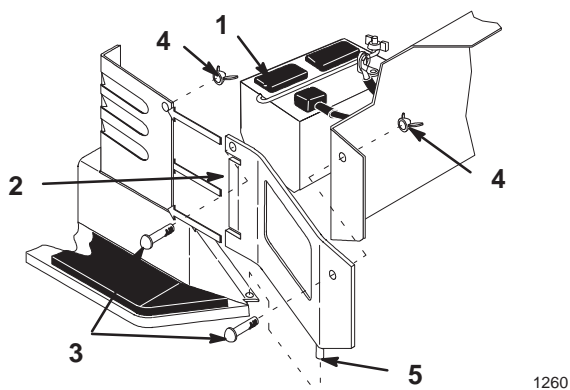

Figure 37
3. Retirer les panneaux latéraux pour pouvoir accéder à la batterie et la déposer (Fig. 37). Retirer les écrous papillons et les vis, soulever le panneau pour dégager l'ergot, et faire glisser les languettes du panneau hors de la tour de direction.
1. Poser la batterie dans le châssis (Fig. 37).
5. Remonter les panneaux latéraux en insérant les languettes dans la tour de direction et l'ergot dans le flasque du repose-pied, et les fixer à l'aide des vis et des écrous papillons (Fig. 37).